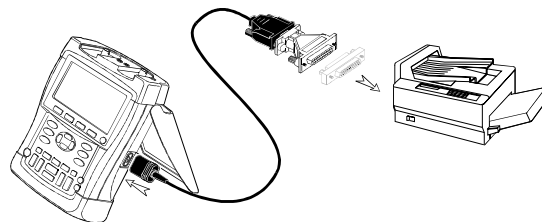

Рис. 34. Подключение последовательного принтера
- Оптически изолированный кабель с адаптером RS-232 (PM9080) - для подключения последовательного принтера к оптическому порту (OPTICAL PORT) прибора. (См. рис. 34.)